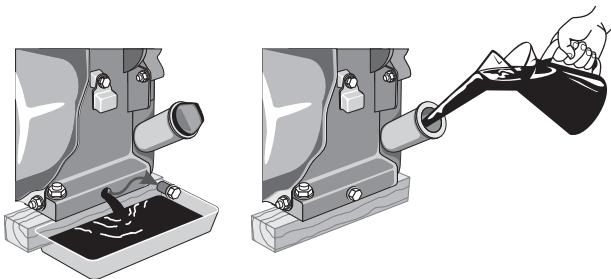

Рисунок 7. Схема заміни моторного масла.
6.3.1 Порядок заміни моторного масла (рис. 7):